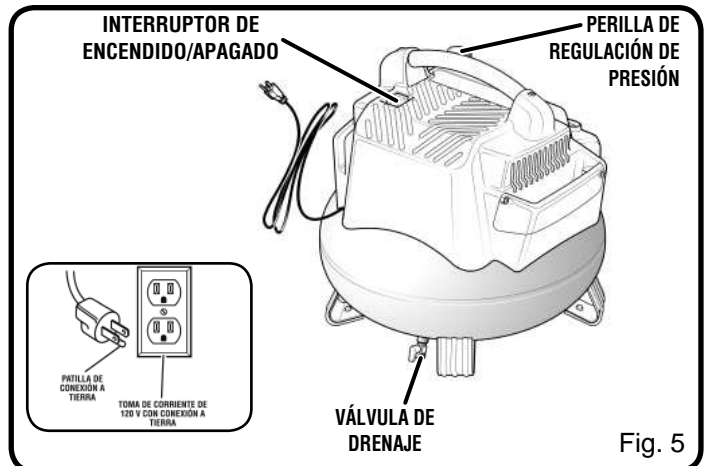

Fig. 5
- Asegúrese de que la válvula de drenaje del tanque está cerrada (consulte la Fig. 5).
- Asegúrese de que el interruptor de alimentación de encendido y apagado (ON/OFF) se encuentra en la posición de apagado (O) y que el compresor de aire está desconectado (consulte la Fig. 5).
- Asegúrese de que el botón del regulador de la presión está girado por completo en el sentido contrario a las agujas del reloj (consulte la Fig. 5).